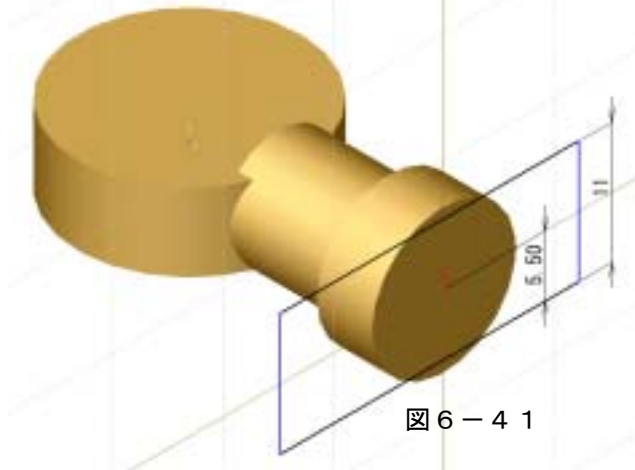

図6-41
- ④出来上がった円筒面端部をスケッチ面にする。
- ⑤図6-41参照して四角形を作成する。